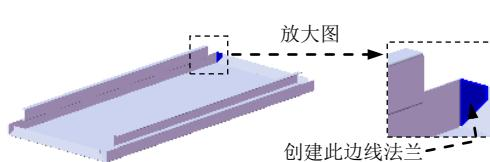
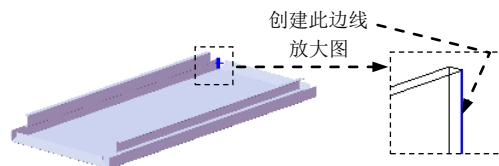

图 17.9.31 创建边线一法兰 11
图 17.9.32 定义特征的边线
Step14. 创建图 17.9.31 所示的边线一法兰 11。
(1) 选择命令。选择下拉菜单 **插入(I)** → **钣金(B)** → **边线法兰(E)...** 命令, 系统弹出“边线法兰”对话框。
(2) 定义特征的边线。选取图 17.9.32 所示的模型边线为生成的边线法兰的边线。
(3) 定义法兰参数。在 **角度(G)** 区域的 **文本框** 中输入角度值 90.0。在 **法兰长度(L)** 区域的下拉列表中选择 **给定深度** 选项, 输入深度值 15.0。在此区域中单击“内部虚拟交点”按钮 。在 **法兰位置(N)** 区域中单击“折弯在外”按钮 .
(4) 单击 按钮, 完成边线一法兰 11 的初步创建。